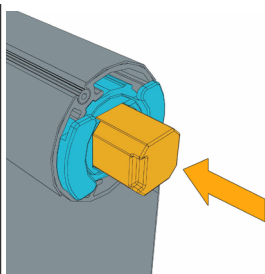
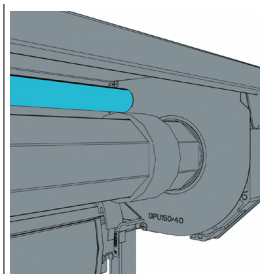

Fig. 22. La partie poussée par un ressort du support
Fig. 23. Mise en place de la partie droite du tube avec moustiquaire
- mettre la partie droite du tube, en appuyant sur la partie saillante poussée par un ressort du support **M-OP** (fig. 22) de manière qu'elle entre dans le tube et la conduire dans le trou du support **M-BR-R** ou dans la flasque **GPU** jusqu'à l'enclenchement (fig. 23) ;